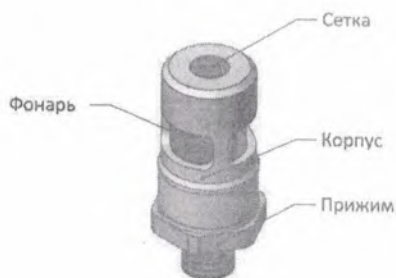

Рисунок 3 – Общий вид СЗО
1.3.4 СЗО (см. рис. 3) является Ех-компонентом и представляет собой конструкцию из металлического корпуса (сплав Д16Т) с сеткой на торце, фонаря, прижима (сталь 03Х18Н11 или аналог) с наружной резьбой под вводное отверстие в корпусе трансмиттера. Внутри фонаря установлен модуль электронный в составе платы и звукового генератора, в качестве которого применяется пьезокерамический излучатель, который подключается к плате через блок искрозащиты.